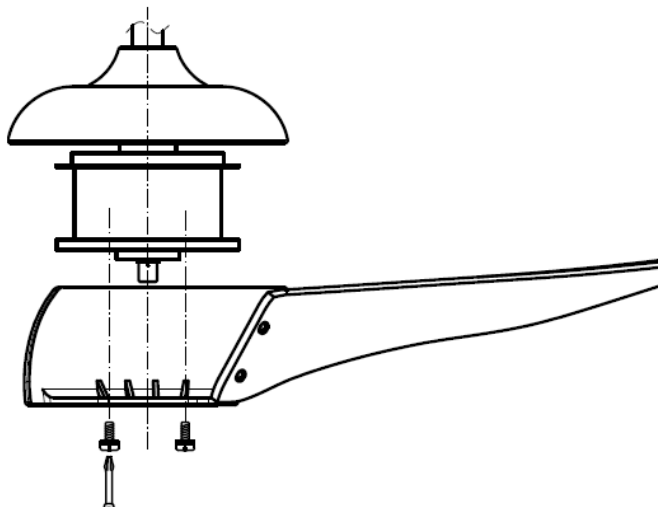

Fig. 8
- Monteer de zojuist geassembleerde bladen op de motoreenheid met behulp van de 2 motorschroeven. Fig.8